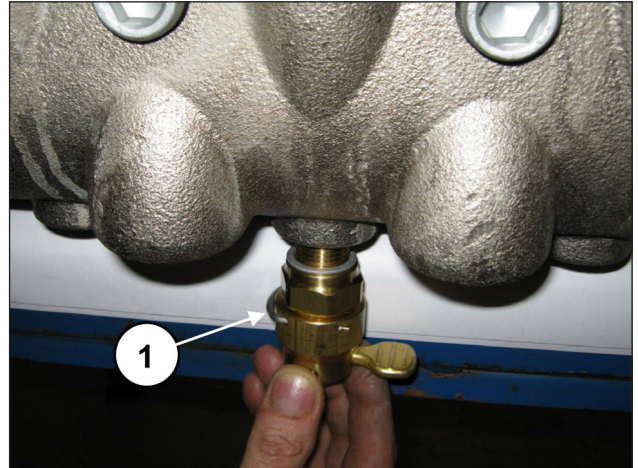
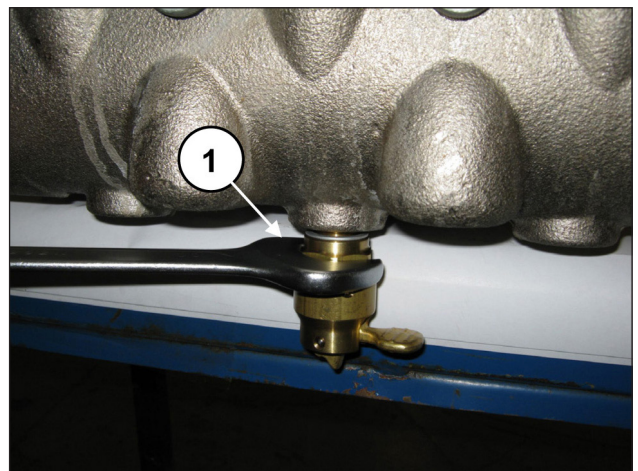

Fig. 137
Fig. 138
Aplique os dispositivos de abertura das válvulas (pos. ①, Fig. 137) e aperte-os mediante chave de 30 mm (pos. ①, Fig. 138).